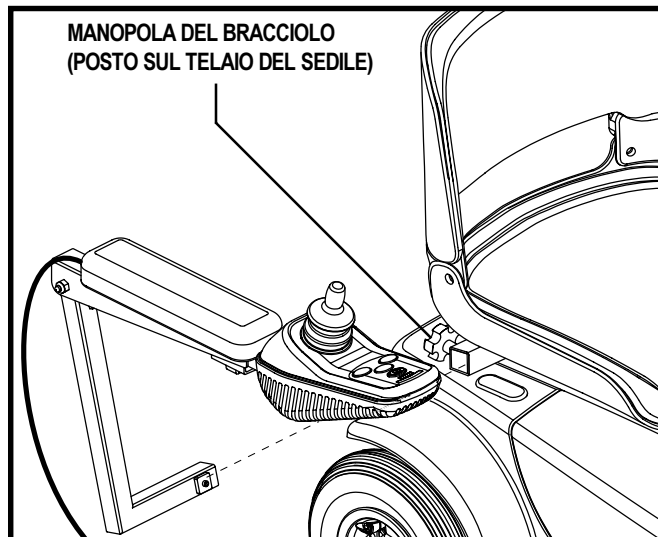

Figura 18. Regolazione della larghezza del bracciolo
1. Individuare le due manopole dei braccioli su ciascun lato della staffa dell'alloggiamento del bracciolo. Vedere figura 18.